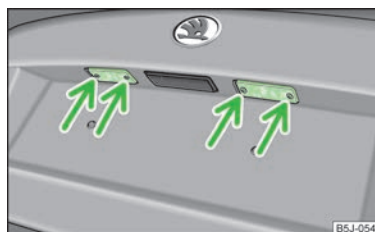

Fig. 150
- Deschideți capota portbagajului și deșurubați apărătoarea din sticlă » fig. 150.